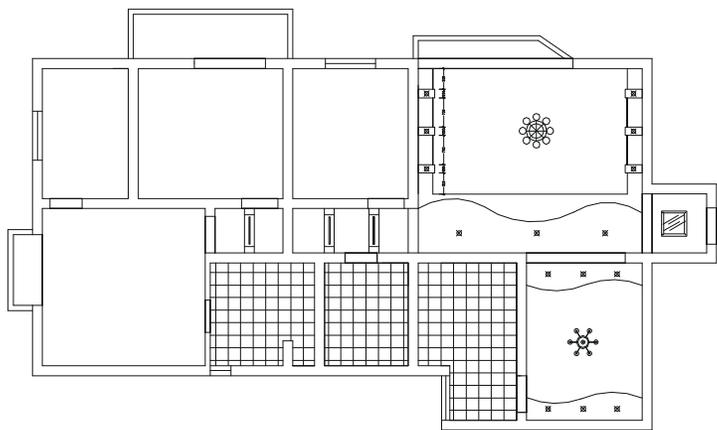

图 7-1-34
**STEP 01** 参照前面平面布局图中地砖的填充方法，使用填充按钮 ，将厨房、主卫、次卫的天棚填充为  (NET) 图案以示 300 × 300 的铝扣板，其填充比例为 2400，如图 7-1-34 所示。